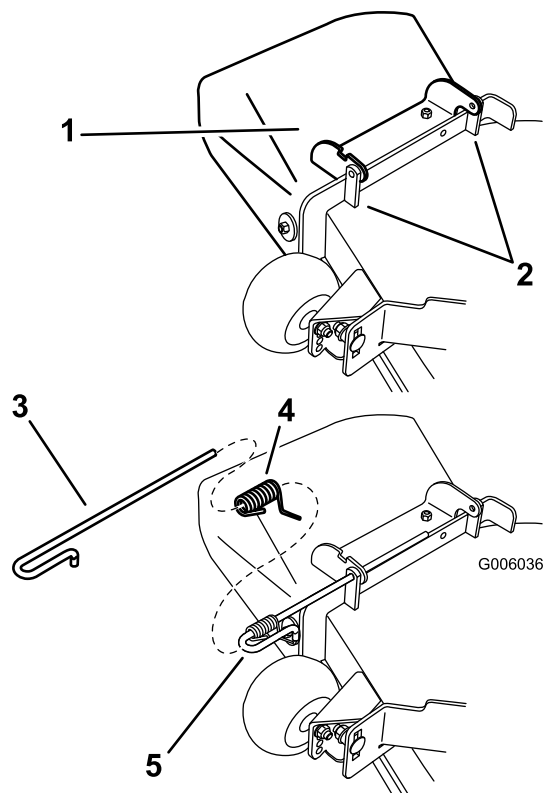

Figura 76
1. Sganciate la molla dalla tacca presente sulla staffa del deflettore e fate scorrere l'asta per estrarla dalle staffe saldate del piatto di taglio, dalla molla e dal deflettore di scarico (Figura 76). Togliete il deflettore di scarico se è danneggiato o consumato.
2. Posizionate il nuovo gruppo deflettore di scarico con le estremità delle staffe collocate tra le staffe saldate al piatto come illustrato nella Figura 76.